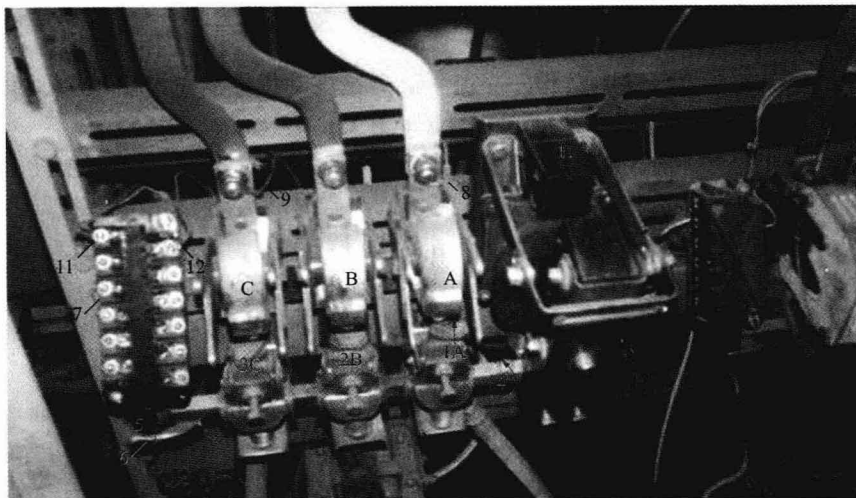
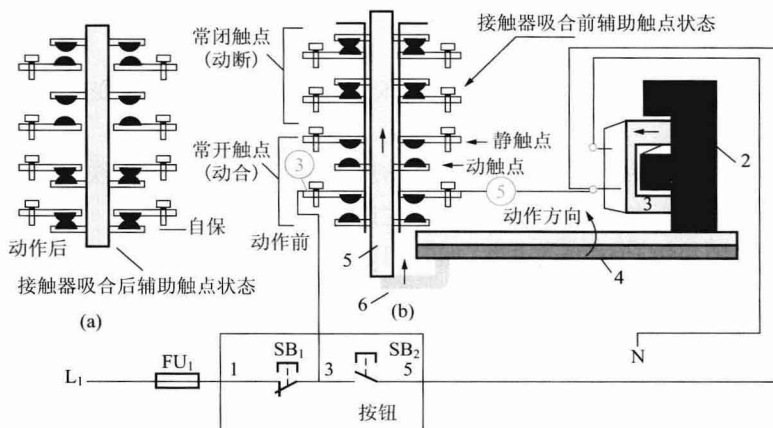

图 2 CJ10-150A 交流接触器三相消弧罩卸下后的实物相片
图 3 接触器接线原理与辅助开关触点状态示意图
(2) 条架式接触器的动作原理。如图 2 和图 3 所示, 当线圈两端的线头接通额定工作电压 380V 或 220V 时, 线圈 3 获电, 动铁心 2 受到电磁力作用, 沿箭头的方向向静铁心(线圈内)移动(闭合), 动铁心上附带的传动方轴 4 向箭头方向转动, 带着主动触点 1A、2B、3C 与静触点 A、B、C 接触(紧密接触), 从而使主回路接通。
转换衡铁 4 下固定一块辅助开关撞板 6, 随衡铁转动向上运动, 箭头方向如图 2 所示, 顶压辅助开关动触点框架 5 向箭头方向运动。
当接触器主触点闭合时, 辅助动合触点随之闭合, 动断触点改变为断开的状态, 如图 3 所示, 接触器完成闭合动作。线圈断电后, 动磁铁失去电磁吸力, 在自重与弹簧反作用力下,